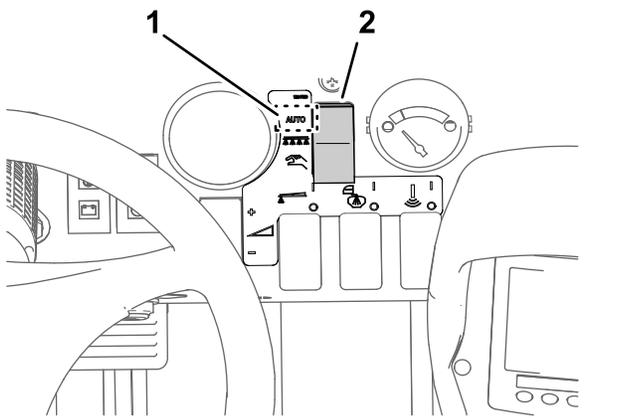

Bild 35
3. Stellen Sie die Taste für den Sprühmodus auf den Dosierungsmodus (Bild 35).